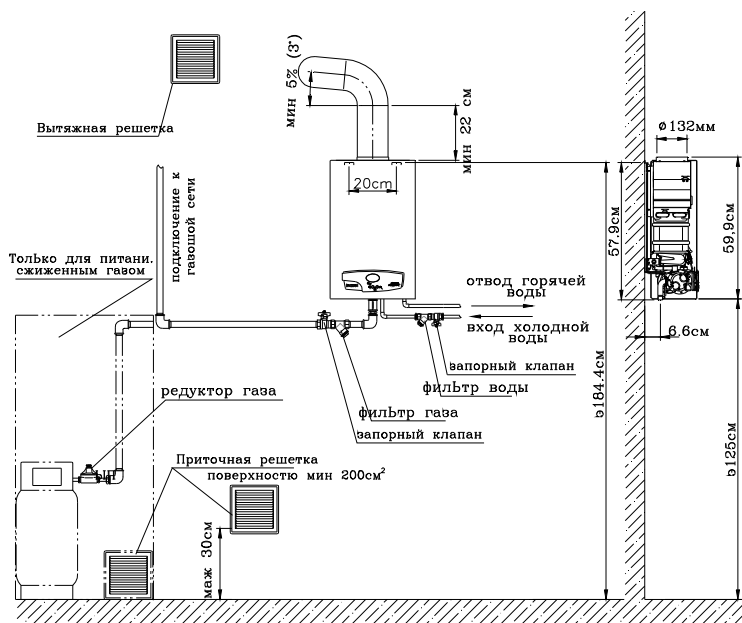

Рис. 3.1.3.1 Схема трубопроводов воды, газа и продуктов сгорания
Дымоход должен выходить из водонагревателя вертикально (мин 220 мм) до первого колена. Горизонтальный участок дымохода не может быть длиннее 2-х метров, и должен быть установлен с уклоном минимум 5% (ок. 3°) в сторону водонагревателя (рис. 3.1.3.1). Длина дымохода от оси входа трубы, отводящей продукты сгорания до выпускаемой кромки под крышей должна быть не меньше 2 м. Внутренняя поверхность дымохода должна быть устойчивая к деструктивным воздействиям продуктов сгорания,
- Подключение водонагревателя к дымоходу необходимо согласовать с соответствующими организациями и должно соответствовать требованиям, указанным на рис. 3.1.3.1.